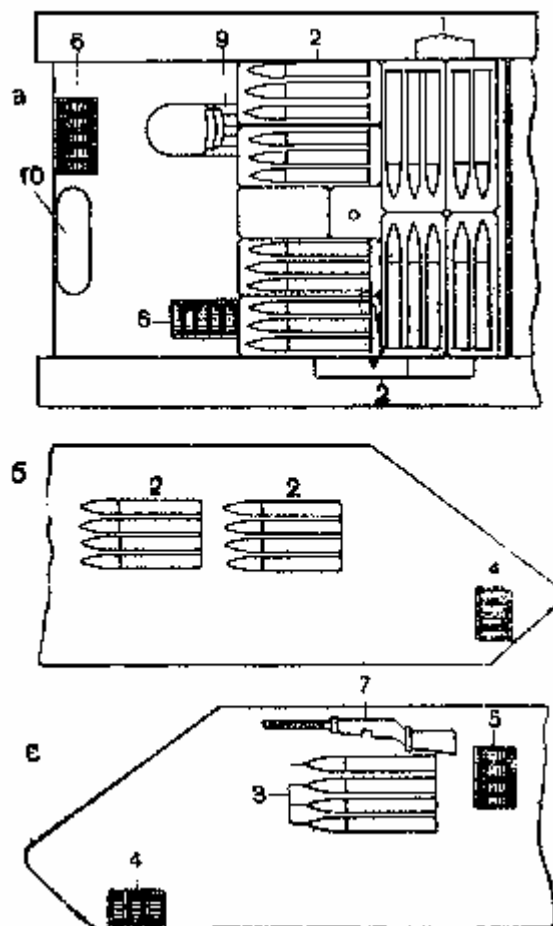
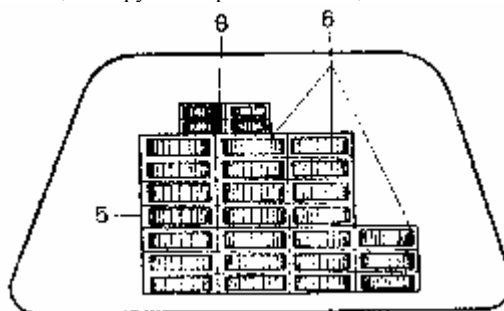

Рис.49. Укладка боеприпасов в корпусе танка:
Рис. 50. Укладка пулемётных дисков в задней части башни танка:
В танке размещается: 100 снарядов (бронебойных — 21 шт., осколочно-фугасных — 75 шт. и подкалиберных — 4 шт.), 50 пулемётных дисков (3150 патронов, из которых: бронебойных — 540 шт., трассирующих — 510 шт. и с легкой пулей — 2100 шт.), 1 пистолет-пулемёт ППШ, 4 магазина к нему и 25 ручных гранат «Ф-1» (рис. 49 и 50).
Для укладки снарядов на полу боевого отделения оборудовано 8 специальных ящиков, в которых размещают 86 снарядов, из них 19 бронебойно-трассирующих 1 (рис. 49) и 67 осколочно-фугасных 2; остальные 14 снарядов размещены так: 2 бронебойно-трассирующих 1 — в кассетах на крышке ящика в правом заднем углу боевого отделения, 8 осколочно-фугасных 2 — на левом фальшборте в боевом отделении и 4 подкалиберных 3 — в кассетах на правом фальшборте.
Пулеметные патроны укладываются в дисковые магазины, которые размещаются так: 7 дисков с легкой пулей — в отделении управления, в носовой части 4 (рис. 49); 11 дисков с бронебойными и трассирующими пулями (совместно) 5: на правом фальшборте — 4 диска и в задней части башни — 7 дисков; 15 дисков с лёгкими и трассирующими пулями (совместно) — в отделении правления 6 (рис. 49) и 17 дисков с легкими и трассирующими пулями (совместно) 6 (рис. 50) — в задней части башни. Пистолет-пулемет ППШ крепится на правом фальшборте 7 (рис. 49) двумя ремешками, а патроны к нему в 4 магазинах укладывают в сумках на укладке пулемётных дисков в задней части башни, 8 (рис. 50).
Ручные гранаты «Ф-1» в количестве 25 шт. укладываются в сумках за спинкой сиденья радиста 9 (рис. 49).
- 3) запас продовольствия: 20 суточных дач (укладывается в двух вещевых мешках, в носовой части танка 10 (рис. 49);